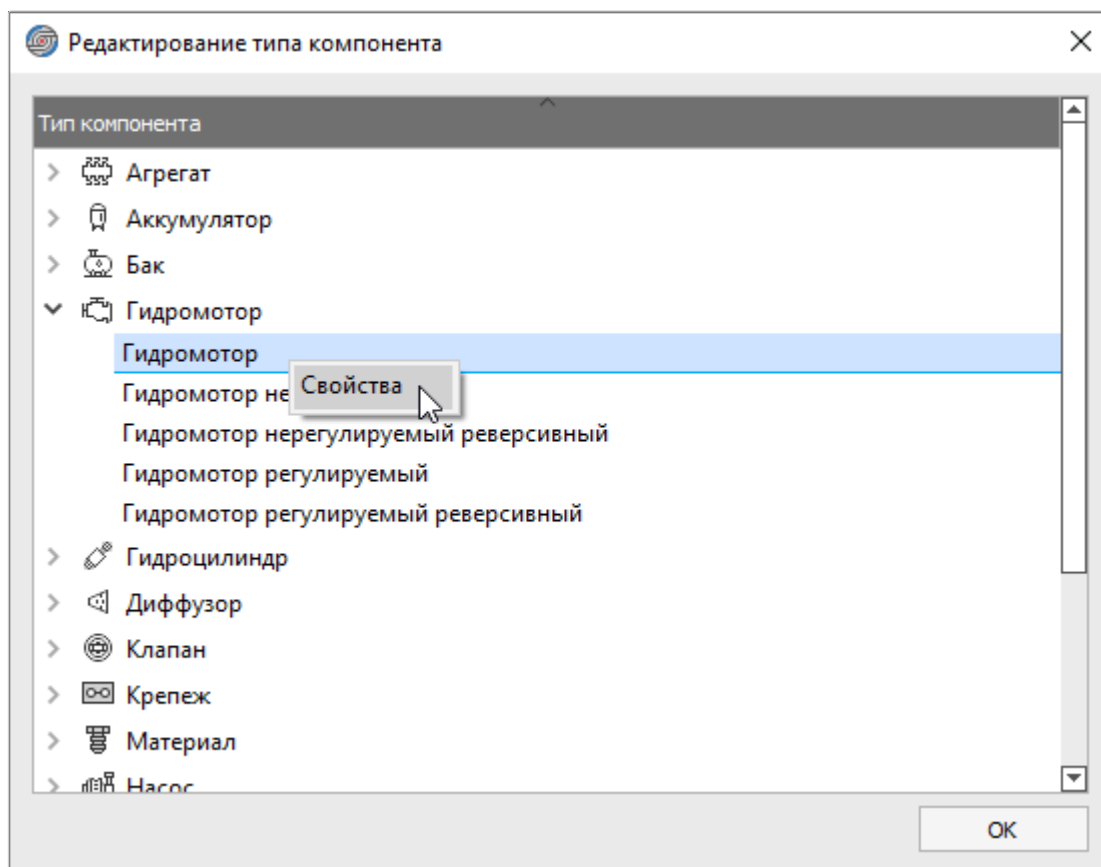

Рисунок 93. Вызов диалогового окна «Свойства типа компонента»
- 3) Щелкнуть правой кнопкой мыши по наименованию нужного типа компонентов и в контекстном меню выбрать пункт «Свойства» (см. рисунок 93);